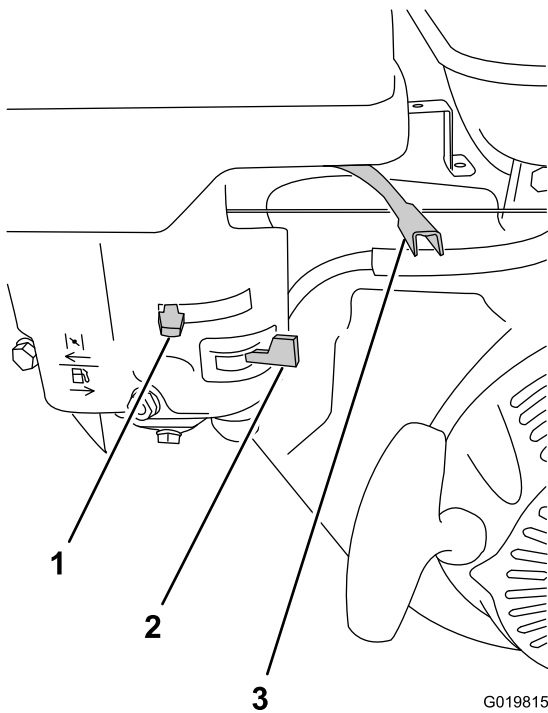

Figure 24
2. Tournez le robinet d'arrivée de carburant complètement à droite en position OUVERTE (Figure 24).
3. Placez la commande du volet de départ à la position EN SERVICE (Figure 24).